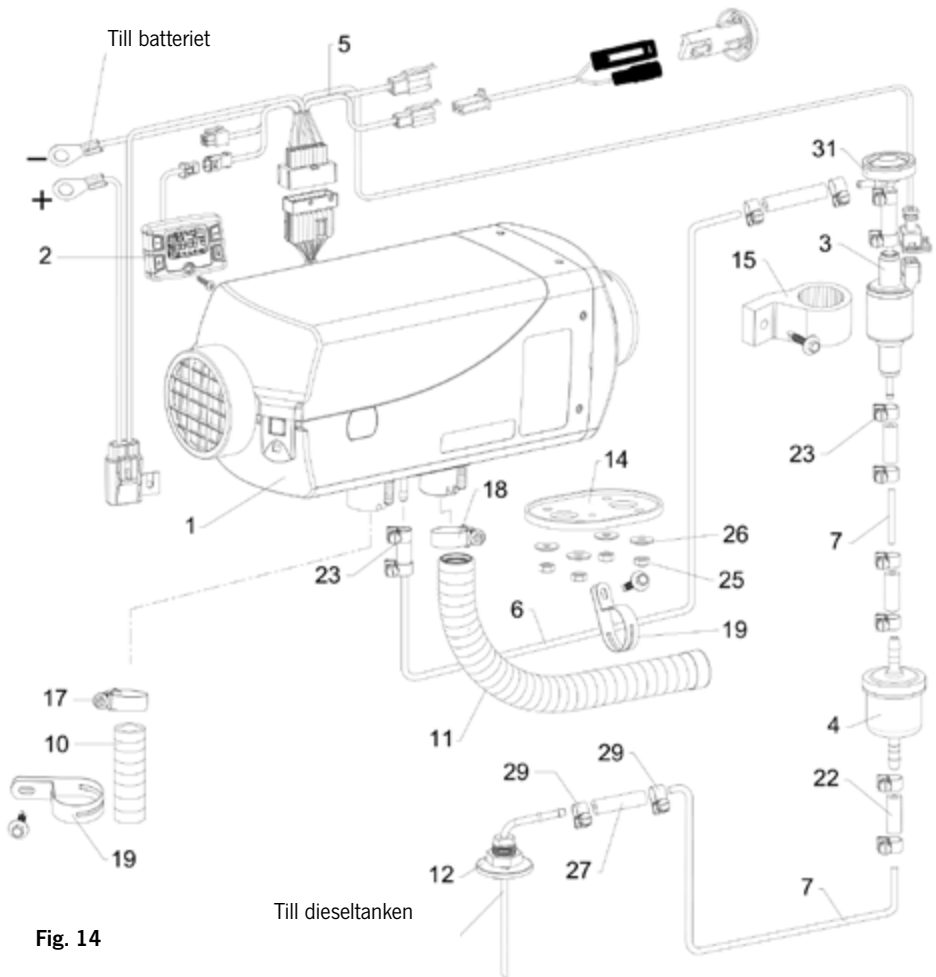

Fig. 14
32. VanHeat 4.0-DH | Produktinformation | Reservdelslista (se fig. 14)